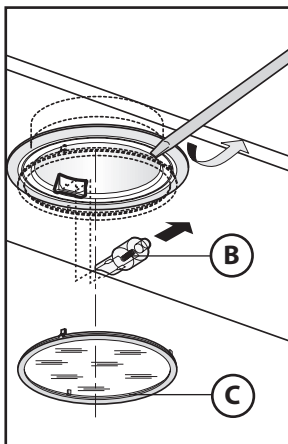

Fig.6
• **Sostituzione delle lampade alogene (Fig.6):**